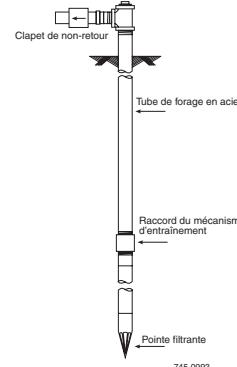

FIGURE 2 - INSTALLATION D'UN PUITS À POINTE FILTRANTE
1. Raccordez le tuyau d'aspiration à la pointe filtrante (figure 2). Gardez le tuyau horizontal aussi court que possible. Utilisez du ruban d'étanchéité pour filetage de tuyau en PTFE sur le filetage extérieur. Il peut être nécessaire d'utiliser plusieurs pointes filtrantes pour obtenir un débit d'eau suffisant pour le pompage.
2. Pour aider l'amorçage dans les installations de pointes filtrantes, installez le clapet de non-retour comme illustré à la figure 2. Assurez-vous que la flèche du clapet de non-retour indiquant le sens de l'écoulement pointe vers la pompe.